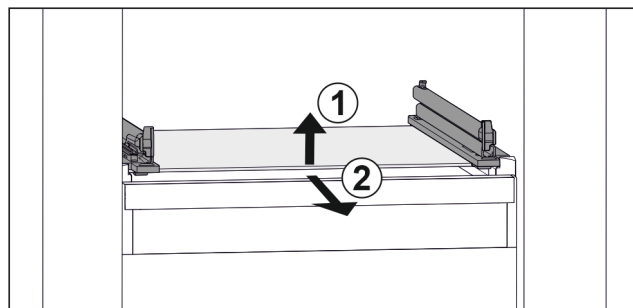

Fig. 116 Beispielhafte Darstellung der Glasplatte
- Glasplatte vorne anheben. Fig. 116 (1)
- Glasplatte nach vorne entnehmen. Fig. 116 (2)